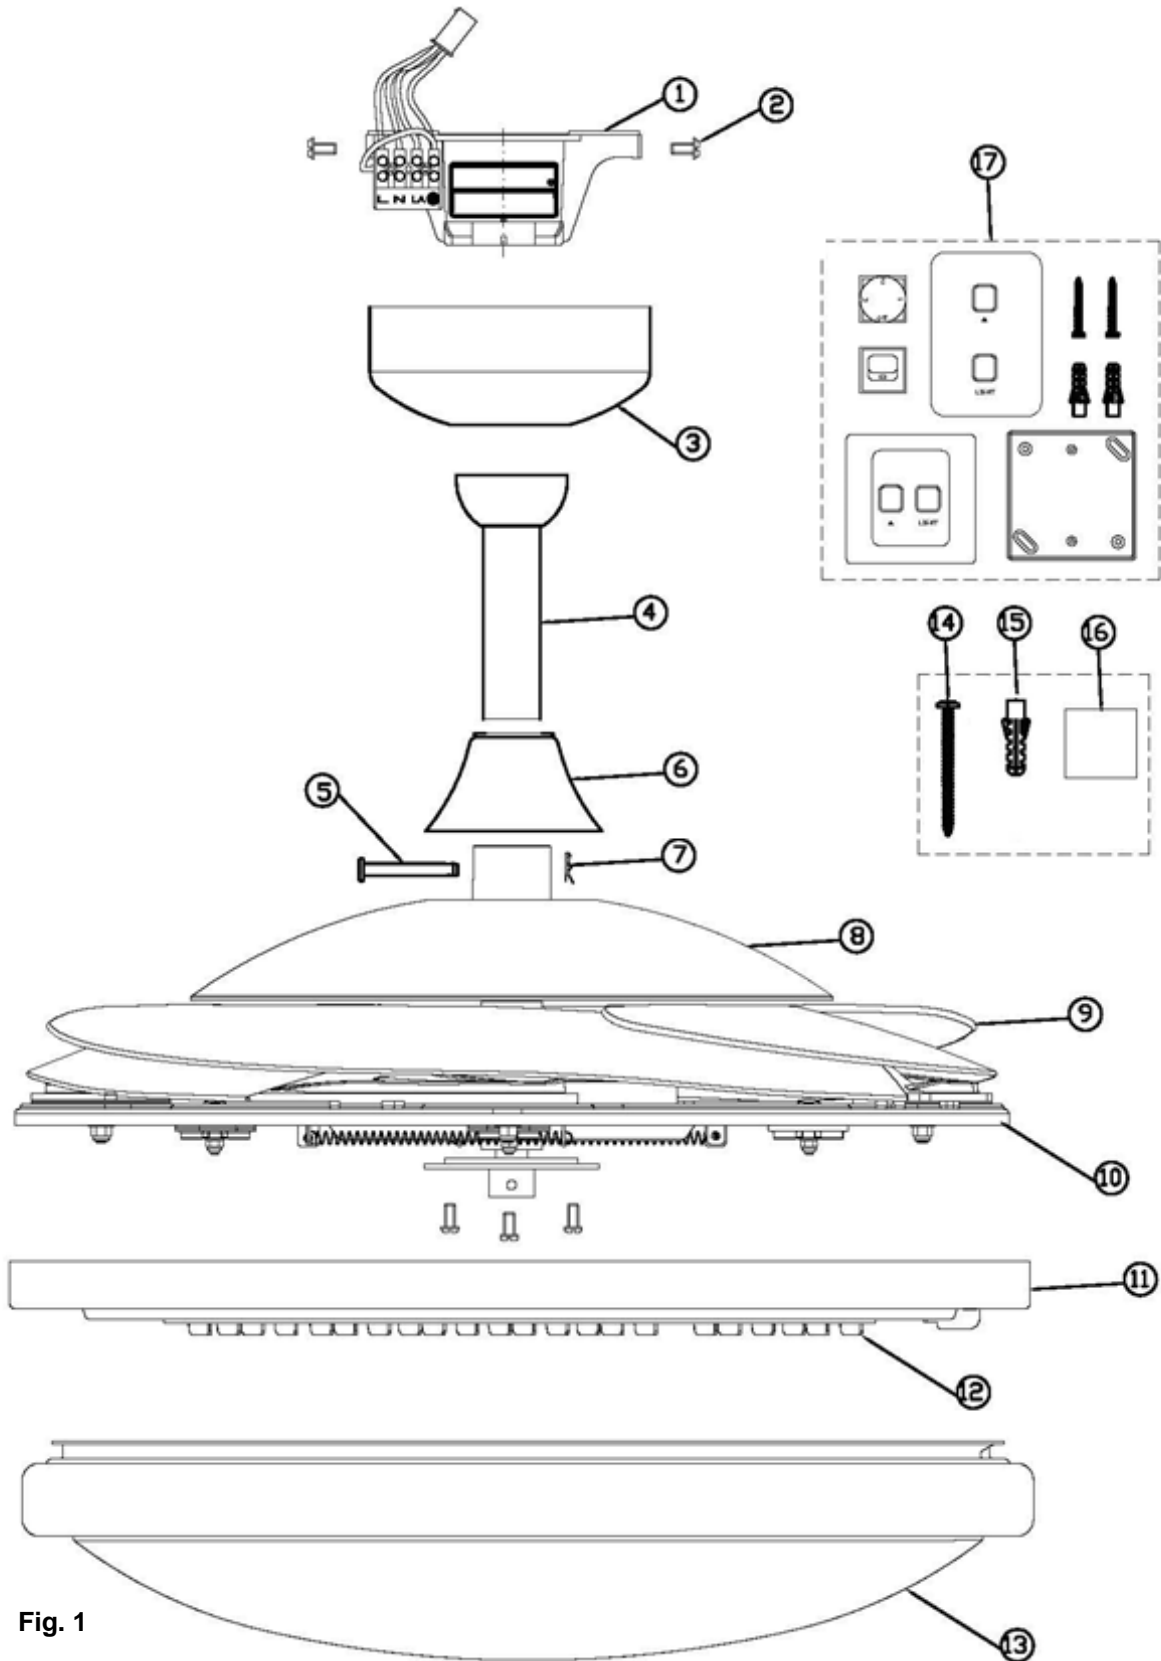

Fig. 1
- 7) Installeer nu de lamp op de lamphouder door deze met de klok mee te draaien (No.13 – Fig. 1).